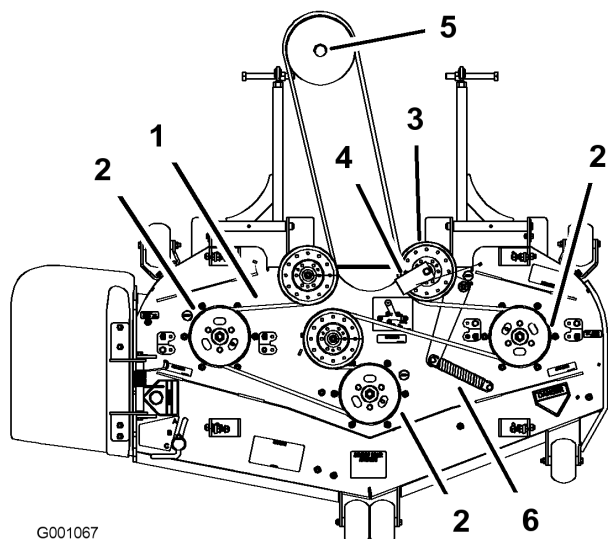

Figura 55
6. Pase la correa nueva alrededor de las poleas del cortacésped y de la polea de la caja de engranajes, debajo del motor (Figura 55).
7. Instale el muelle en el brazo tensor (Figura 55).
8. Instale la guía de la correa en la polea tensora tensada con muelle con un ángulo de 45 grados, como muestra Figura 55.